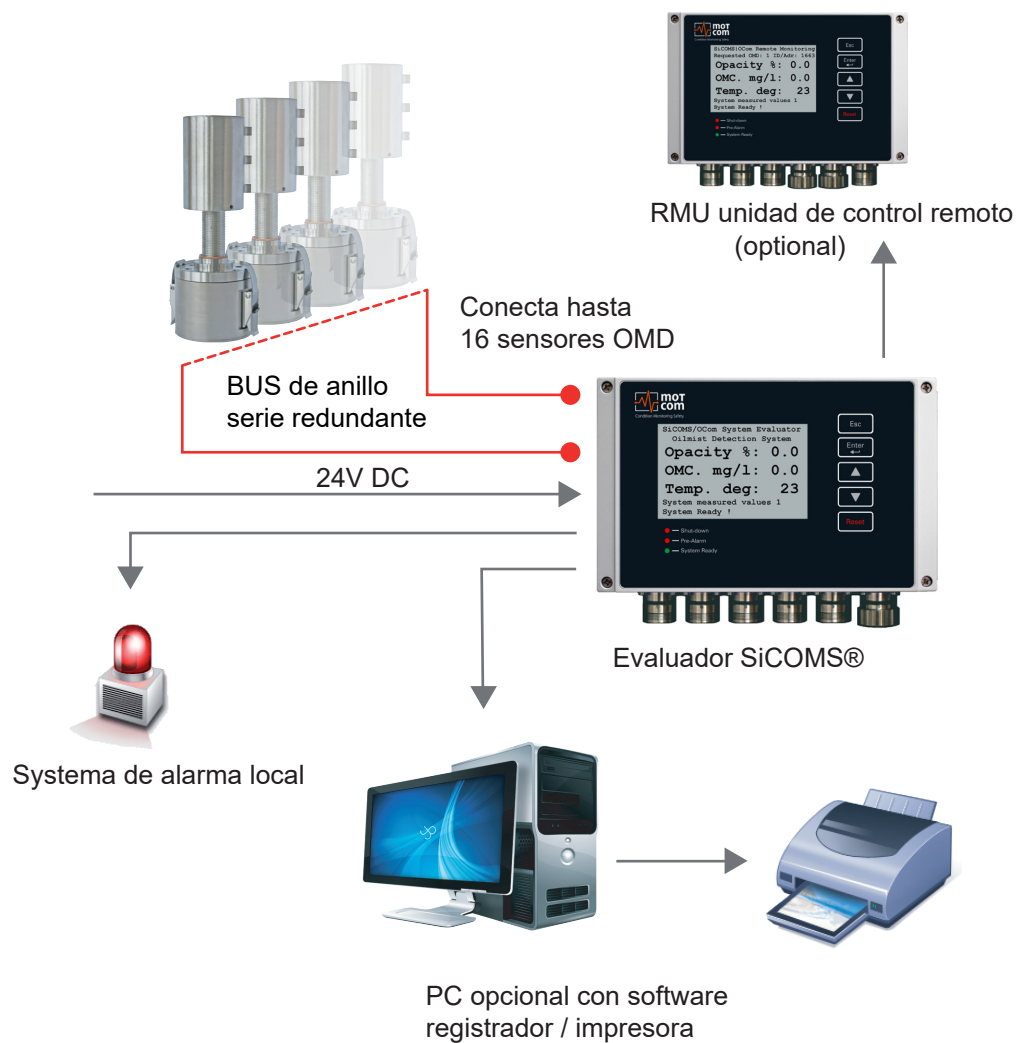

Fig. 3.1 Perspectiva general del sistema
- un PC/Notebook con Data Logger completo instalado con SiCOMS® OMD Logger (capaz de conectarse con un servidor de datos externo a través de Modbus TCP/IP, véase Fig. 3.1) y un CD que incluye los archivos de instalación del software y el Manual de usuario